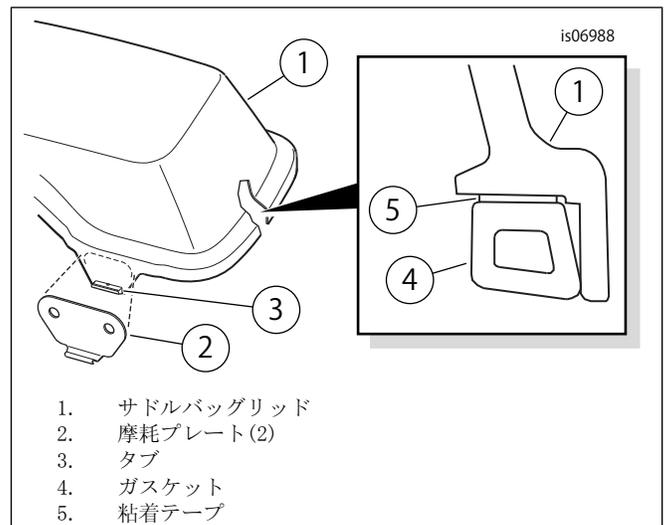

図6。摩耗プレートとガスケットのサドルバッグリッドの取り付け
2. 「図6」を参照してください。摩耗プレート(2)の1つの粘着テープからライナーを外します。摩耗プレートをサドルバッグリッド(1)に慎重に付け、タブ(3)上でセンタリングして、しっかりはめます。摩耗プレートに一定の圧力をかけたまま、約1分間押さえ続けます。2つ目の摩耗プレートを使ってリッドの反対側でも繰り返します。
- ・ ガスケットの高い端を「図6」のようにカバーの外端に向けて並べます。
4. 図のように、ガスケットがリッド(1)の内周部に押し込まれた状態で、サドルバッグリッドガスケット(4)の粘着テープ(「図6」、アイテム5)からライナーをゆっくりと外します。